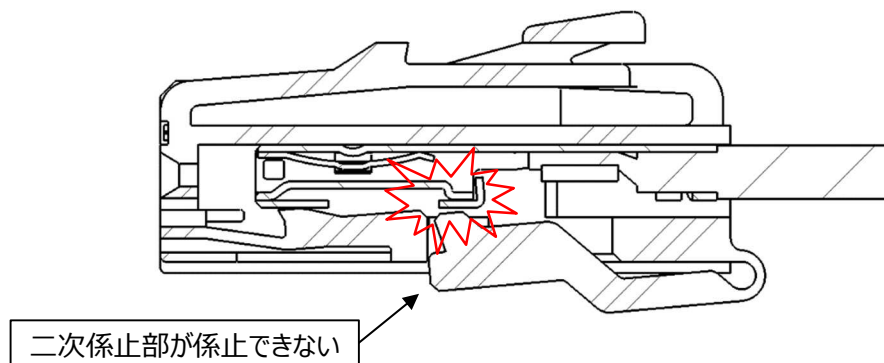

図 29. 二次係止部中途挿入状態
- ③ 図.29 に示すようにメス端子が中途挿入状態であると二次係止部が装着できません。メス端子を完全に挿入後再度二次係止部を装着して下さい。